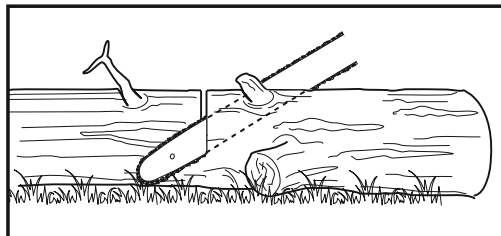

Fig. 29
1. Siga estas sencillas instrucciones para facilitar el corte. Cuando el tronco está apoyado en toda su longitud (Fig. 29), se corta desde la parte superior (seccionamiento superior).